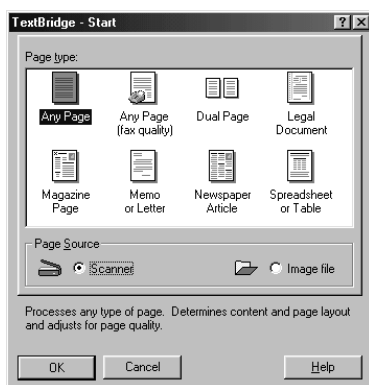

Figura 31: Selezione di 'Page Source'
4. Impostare 'Page Source' su 'Scanner' tramite il mouse (vedere la figura 31).